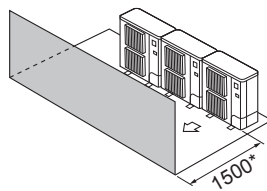

Fig. 2-11
- ③ Obstáculos sólo en la parte delantera (Fig. 2-11)